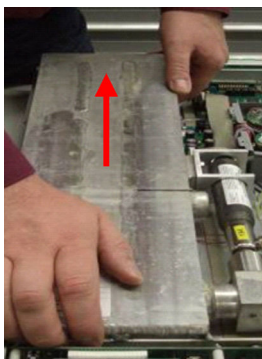

Abb. 90: Tank herausziehen
15. Tank im hinteren Bereich anheben und vorsichtig nach hinten herausziehen (Abb. 90).